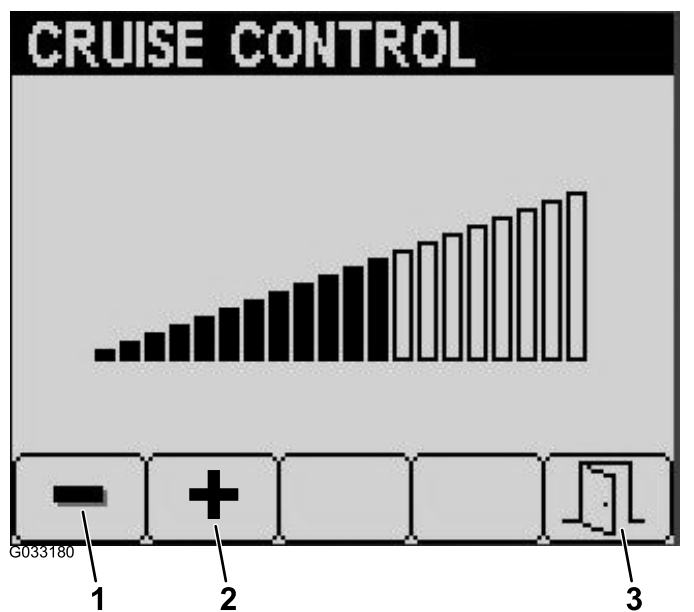

Figura 20
3. En la pantalla Control de crucero, pulse el botón 1 para reducir la velocidad del control de crucero, o el botón 2 para aumentar la velocidad del control de crucero (Figura 20).
4. Cuando haya ajustado el control de crucero a la velocidad deseada, pulse el botón 5 para salir (Figura 20).